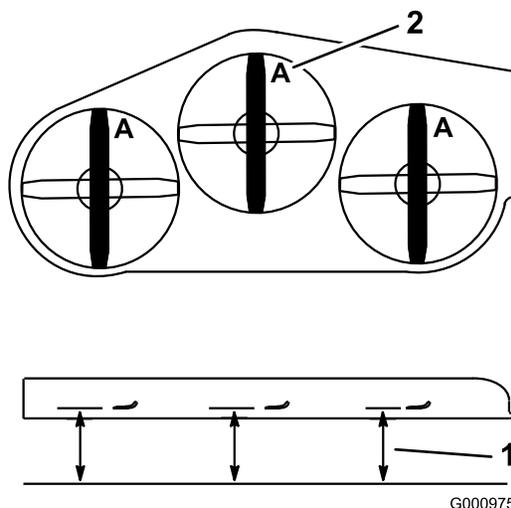

Рисунок 88
2. Измерьте расстояние от горизонтальной поверхности до режущей кромки ножей в положении А, (Рисунок 88).